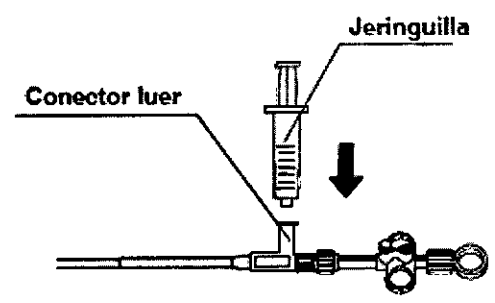

Figura 3.11
1. Inyecte con ayuda de una jeringuilla estéril la solución de contraste en el conector luer del instrumento. Asegúrese de que la solución de contraste sale por el extremo distal. (Véase Figura 3.11)